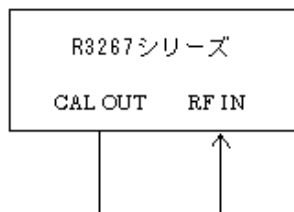

図 6-8 CAL OUT 信号を使ったハードウェアの簡単なチェック
1. R3267 シリーズと信号源を図 6-8 のように接続します。